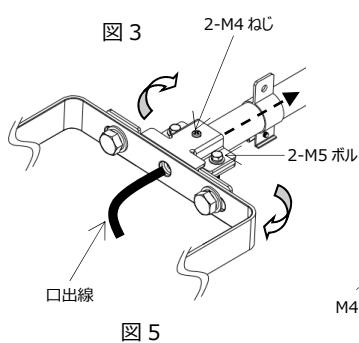

図 4
3. 適合器具を器具取付金具に 2-M10 ボルトで適正締付トルク 24.5~30N·m で確実に取付けてください(図 4)。取付けに不備がありますと、落下による事故の原因となります。